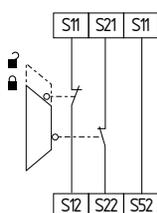

Fig. 12
**Circuito di sorveglianza porta di protezione a due canali con dispositivi di blocco secondo EN 1088 (vedere Fig. 12)**